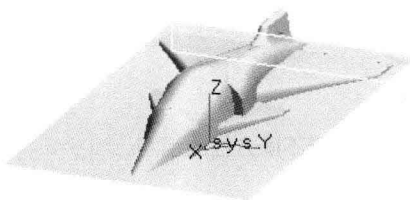

图1-4 定位视图
- ④ 选择“添加视向类型”中的“当前文档”，在视向方向中输入X、Y、Z 3个方向的数值，分别为12、5、5，显示结果如图1-4所示。